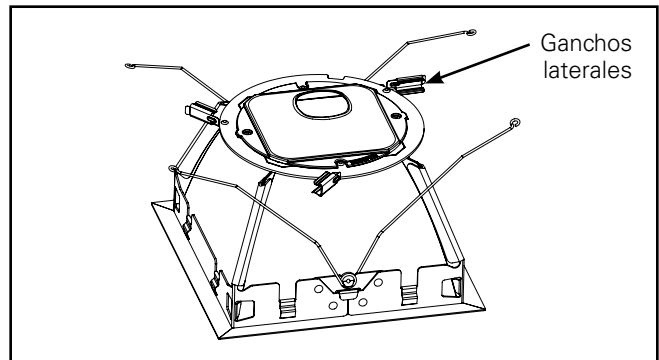

Figura 4.
- Retire la unidad de la moldura del embalaje protector y gire los ganchos laterales (3) hacia afuera. (Figura 4.).